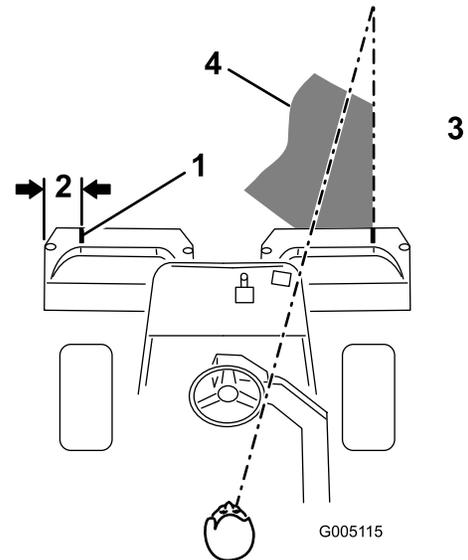
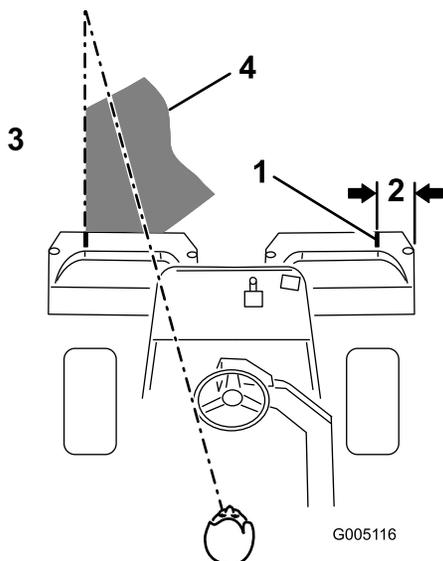

図 29
図 30
2. その位置に白色テープか白ペンキで集草箱の縁と平行に目印を入れる（図 29）。
3. 行きと帰りでのオーバーラップができるだけ小さくなるように運転します。隣の列との距離を一定に保って直進するには、本機の前方約2～3mを視野に捕らえておくのがポイントです(図29および図30)。ハンドルを目印にして距離を合わせても良いでしょう。その場合、ハンドルの縁と本機前方の目標ラインとを重ねて見ながら運転します(図29および図30)。